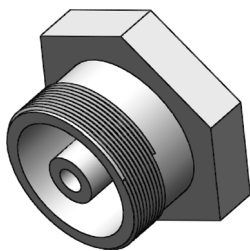
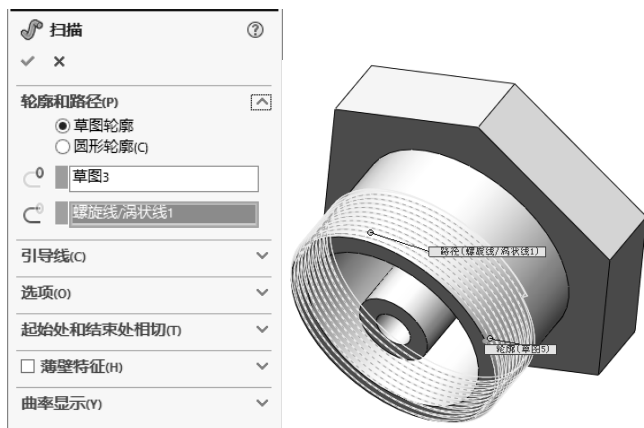

图 12-31 调节螺母
图 12-41 “扫描”属性管理器
本例绘制的调节螺母如图 12-31 所示。
**04** 创建螺纹。单击“特征”控制面板中的“扫描”按钮, 此时系统弹出图 12-41 所示的“扫描”属性管理器。选择上步绘制的草图为扫描截面, 选择螺旋线为扫描引导线, 然后单击属性管理器中的“确定”按钮, 结果如图 12-31 所示。